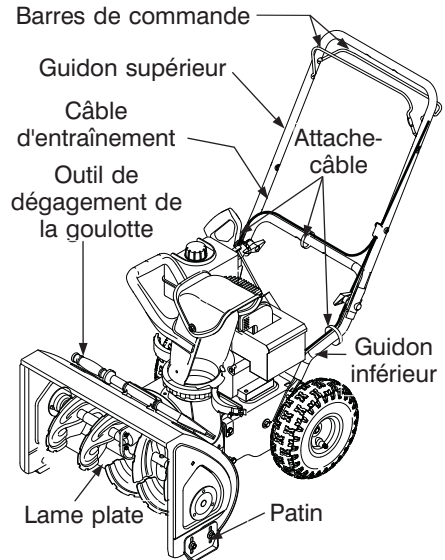

FIGURE 3
Vérifiez que le câble longe le guidon inférieur droit et le haut du guidon inférieur, comme à la Figure 3.
Les attaches-câble ont été attachés lâchement à l'usine et devraient être placés comme illustré à la Figure 3. Tirez les attaches fortement pour fixer les câbles.
- Réglez les patins à 1/4 de po en dessous de la lame plate pour un déblaiement normal. On peut abaisser les patins en cas de neige tassée. Voir la Figure 3.